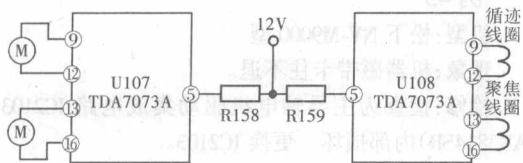

图 1
分析与检修:打开机盖,通电观察,发现碟片不能转动。在正常情况下,该机的初始工作状态应该为:接通电源,激光头上下运动数次聚焦搜索,当聚焦动作完成后输出 FOK 信号,CPU 收到 FOK 信号后,发出指令给主轴驱动电路,驱动电路使主轴电机转动,读出目录,然后停止,等待下一步操作。以上各个环节中,只要有一个环节出现问题,都将引起主轴不转。本着先易后难的原则,检修时首先用万用表 $R \times 1\Omega$ 挡测主轴电机,电机阻值正常并且可以转动,说明电机正常。接着检查驱动电路 U107(如图 1 所示),测量各脚电压,发现⑤脚无 +12V 电压,然后检查 R158(1 Ω)发现已开路。因通过该电阻的电流较大,为防止再次损坏,试用阻值相同功率稍大的电阻(1 Ω /1W)更换后,故障排除。
后主轴停止转动,显示屏显示“NO DISC”。可能是循迹伺服电路有故障,使激光头无法进入碟片导入区。试用手拨动进给电机齿轮,使其带动激光头离开 STOP 位置直至最外端,通电后激光头能回到 STOP 位置(内圈零轨处),这说明径向进给系统工作正常,故障可能在循迹伺服系统。用万用表电阻挡($R \times 1\Omega$)直接测量 U108(如图 1 所示)的⑨脚、⑫脚循迹线圈两端电阻不通,测量时激光头物镜也无径向运动,估计循迹线圈损坏,仔细检查发现一引出端的焊点虚焊,重新焊牢后故障排除。